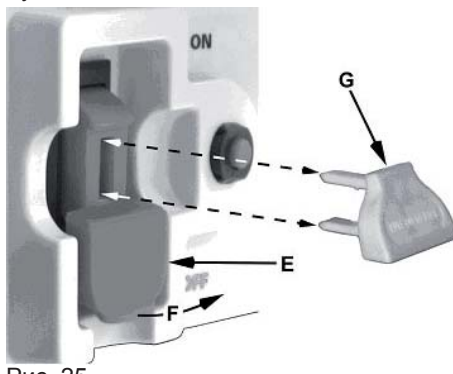

Рис. 25
- Аби увімкнути верстат переключіть вимикач у верхню позицію (F, Рис. 25).
Ключ, що замикає (рис. 25)